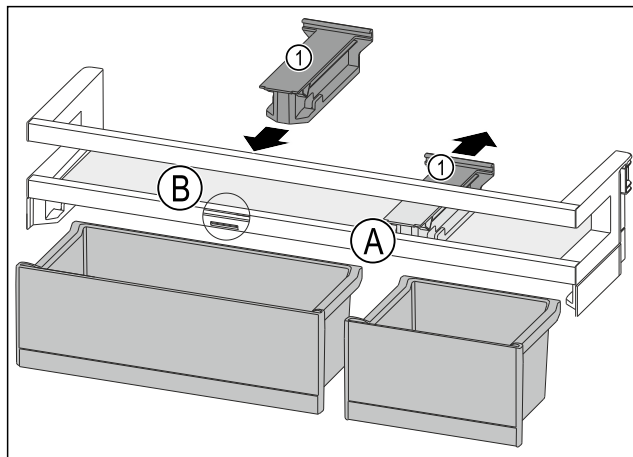

Fig. 128
- Držák Fig. 128 (1) v poloze Fig. 128 (A) stáhněte dozadu.
- Držák Fig. 128 (1) vložte v poloze Fig. 128 (B).